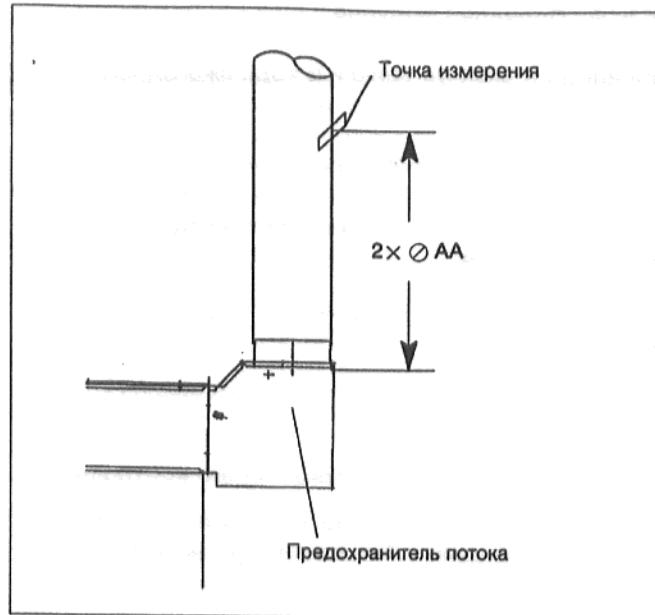

Рис. 7
- Выполнить в трубе отходящего газа отверстие на расстоянии прибл. $2 \times \text{Ø AA}^*$ за предохранителем потока на стороне, обращенной от котла (рис. 7).
- Снять устройство защиты от контакта с контрольного кабеля (рис.7а) и отсоединить штекер.
Рис. 7а